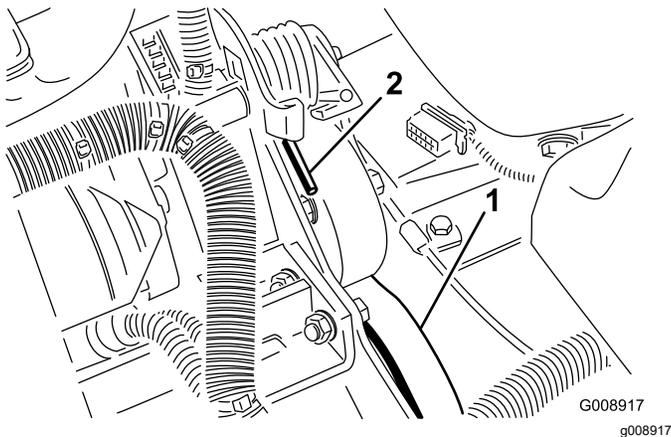

Figura 77
3. Empurre a mola para a frente e para trás (**Figura 77**) para a desprender do apoio e libertar a tensão da mola.